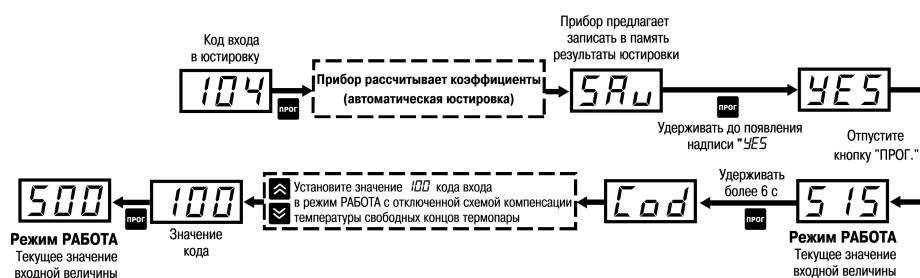

Рисунок 8.6 – Схема юстировки прибора с ТП
4. Не менее чем через 15 – 20 сек после включения питания произвести юстировку прибора (см. рисунок 8.6).